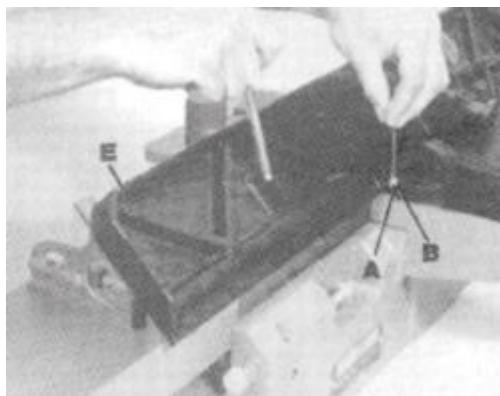

Рис. 23 Неподвижный упор на 45 градусов. Регулировка наклона
2. Ослабьте контргайку (A), Рис. 23, и поворачивайте регулировочный винт (B) до тех пор, пока ограждение (E) не будет точно установлено под углом 45 градусов к поверхности стола.
3. Затяните контргайку (A), Рис. 23.